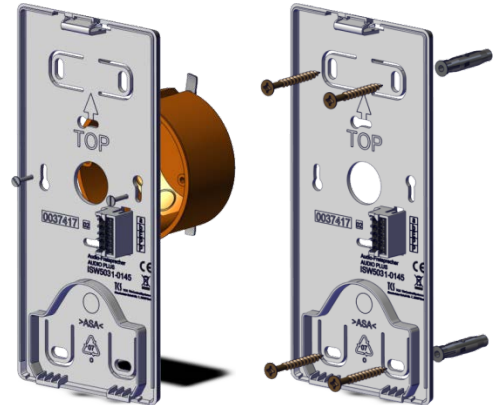

Abb. 2: Montage auf UP-Dose und Wandmontage
- Befestigen Sie die Montageschale mit 4 geeigneten Schrauben an der Wand (Abb. 2).